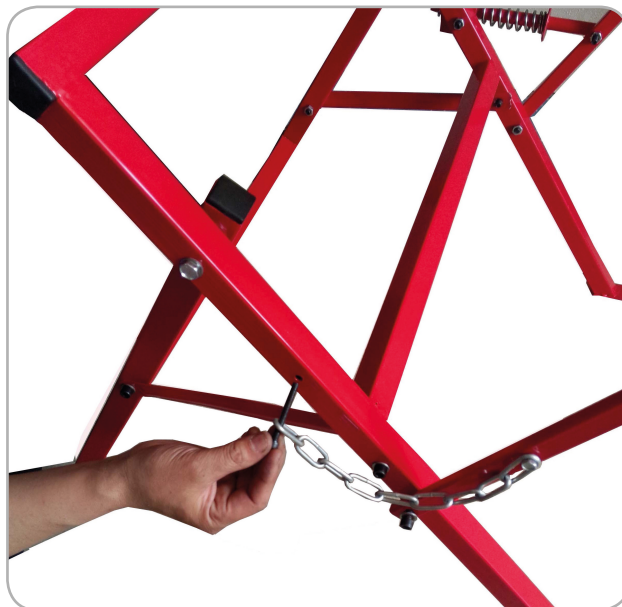

Fig.12
#### ■ Montarea lanțului între Picioarele de sprijin cu masa și cele cu motor(Fig.12)
Conectați Picioarul de sprijin cu masa (A) și Picioarul de sprijin cu motor(B) cu Lanțul (C) prin intermediul surubului M6x25, cu șaiba plate Ø6 și piulița de blocare M6 (vezi Fig. 12).